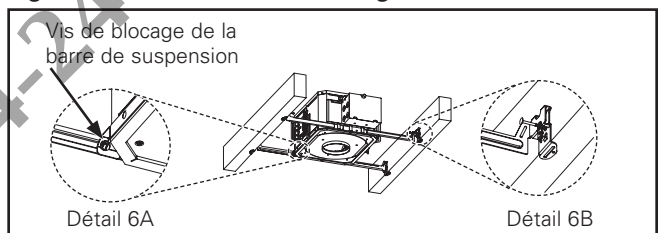

Figure 6.
1. Étendez les barres de suspension de manière à ce qu'elles s'adaptent entre les solives et le rebord du repère de la languette de fixation, près du bas de la solive ou de la pièce de charpente. Les barres de suspension doivent être de niveau avec le bas de la solive ou de la pièce de charpente. (Figure 6.).
2. Réglez la position de la plateforme de boîtier en faisant coulisser les barres de suspension vers la position souhaitée. Le boîtier peut être verrouillé en position en serrant les deux vis de verrouillage de barres de suspension sur la plateforme de boîtier (Figure 6.) et (Détail 6A).